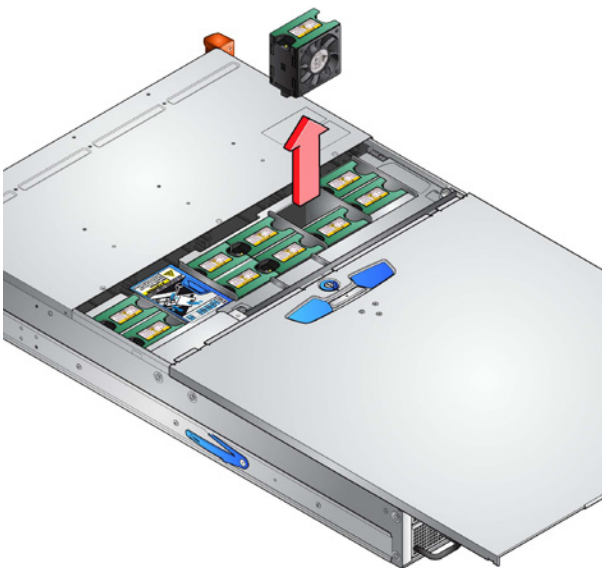

Abbildung 6: Ausbau eines Lüfters
2. Greifen Sie das fehlerhafte Lüfter-Modul mit zwei Fingern, ziehen Sie es zum Ausstecken nach oben und entnehmen Sie es aus dem Gehäuse (siehe Abbildung 6).